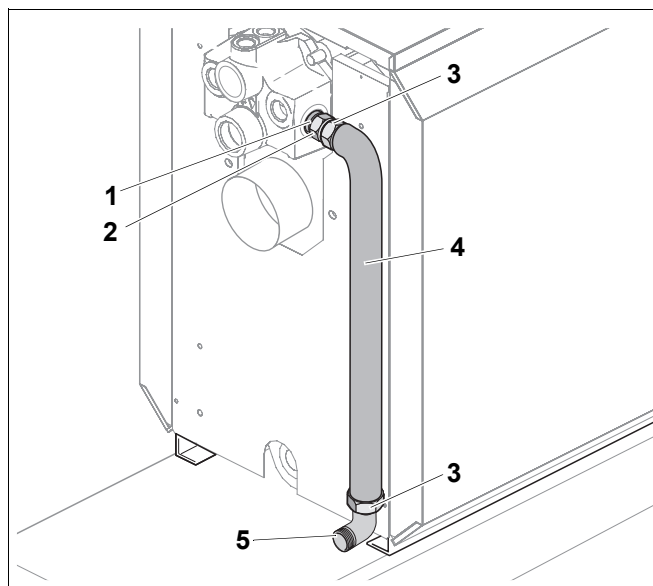

Рис. 6 Подключение обратной линии к отопительному котлу
- Установить кольцо (рис. 6, **поз. 1**) в паз двойного ниппеля (рис. 6, **поз. 2**) и закрутить ниппель в отверстие для подключения обратной линии на отопительном котле (рис. 6).
- Уложить уплотнение (рис. 6, **поз. 3**) в накидную гайку короткого колена трубы обратной линии (рис. 6, **поз. 4**) и слегка прикрутить к двойному ниппелю.
- Уложить уплотнение (рис. 6, **поз. 3**) в накидную гайку углового резьбового соединения с зажимным кольцом (рис. 6, **поз. 5**) и прочно прикрутить к трубе обратной линии.